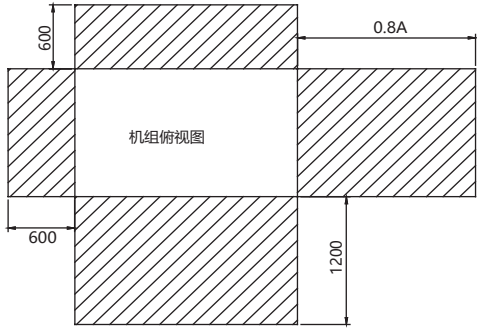

图 4-1 预留空间示意图 单位：mm
- (1) 请选定能够充分支撑机组运转重量的场地，其地面强度须坚固，不易引发共振及噪音。
- (2) 机组适用于室内使用（防护等级 IP23），如需室外安装时，应避免将置于风吹雨淋，阳光直射或其它有热源直接辐射到的场所。
- (3) 机组安装必须保证水平，以防止因重力因素导致的系统故障。
- (4) 安装机组的基础台或减振装置不可遭到破坏。基础台或减振装置损坏时易造成机组损坏。
- (5) 机组周围环境温度为 10 ～ 40℃，相对湿度 80% 以内，通风良好，沙尘较少。
- (6) 安装场地应选择距离电源较近的地方，避免因线路过长导致电压降过大而影响机组的正常启动与运行。
- (7) 安装机组时，要预留安装操作空间，保证电控柜可以打开，换热器可以清洗。建议机组四周留有下图所示的服务空间，以便于保养检修。示意图请见图 4-1，其中 A 为机组长度，请参考样本型录，对于预留冷凝器清洗空间 0.8A，请考虑左右其中一边。